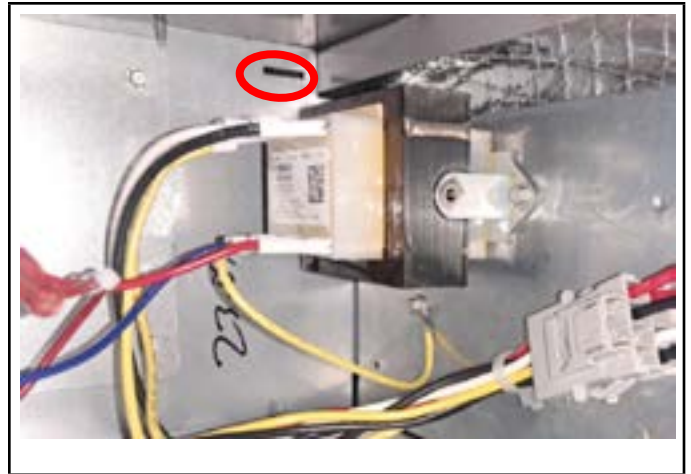
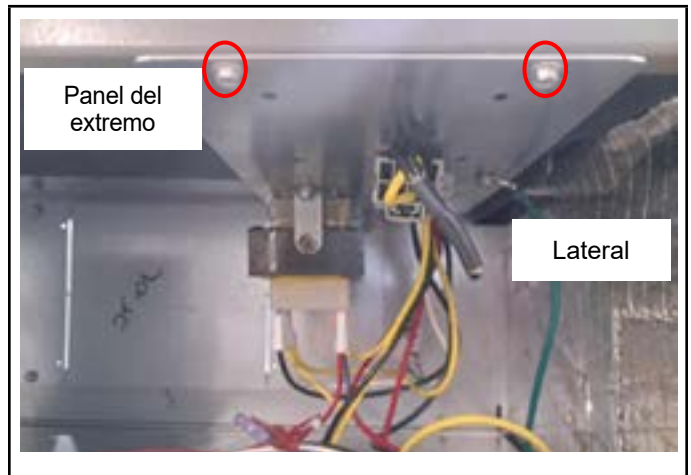

FIGURA 22. Ranura para la reubicación del panel de control
FIGURA 23. Panel de control reubicado al panel extremo (configuración horizontal derecha)
- 2 - Deslice el panel de control en la ranura del panel de montaje de calefacción eléctrica (FIGURA 22). Con los tornillos que se quitaron en el paso 1, fije el panel de control al panel del extremo como se muestra en la FIGURA 23.